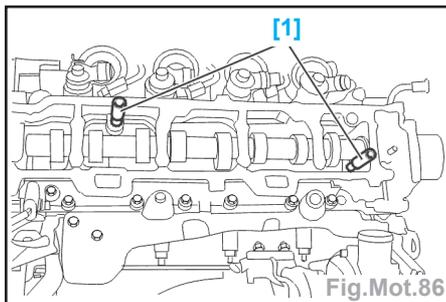

Fig.Mot.86
- Reposer (Fig.Mot.86) :
- le carter chapeaux supérieur d'arbre à cames à l'aide des outils [1] (ref. 0194-N).